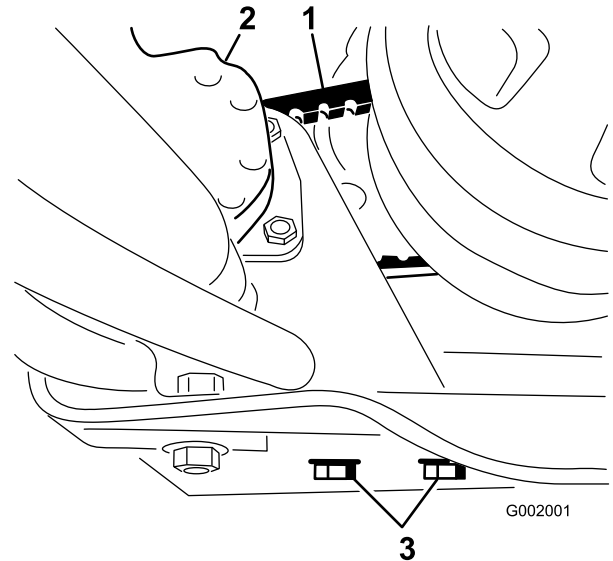

Bild 67
2. Lösen Sie die Befestigungsschrauben der Lenkpumpe (Bild 67).